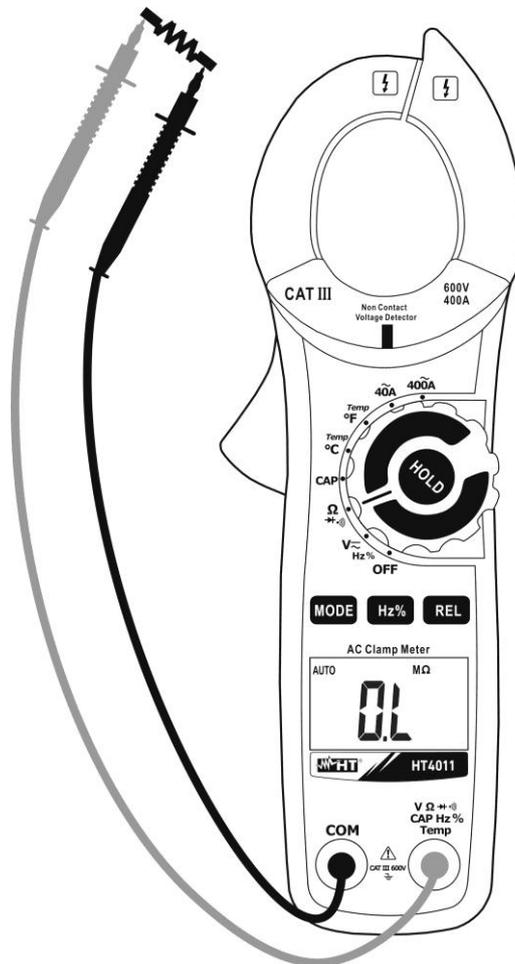

Fig. 5: Uso da pinça para medição de Resistências
3. Colocar as ponteiros nos pontos pretendidos do circuito em exame (Fig. 5). O valor da resistência será apresentado no display.